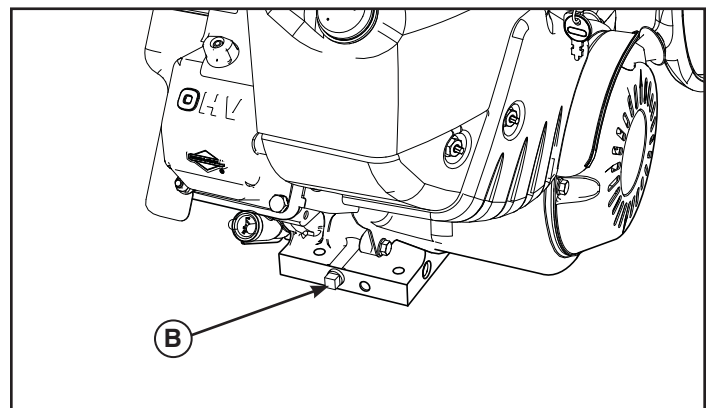

Figure 13
2. Faites légèrement basculer la machine vers l'avant, puis retirez le bouchon de vidange (B, Figure 13). Récupérez l'huile dans un récipient approuvé.